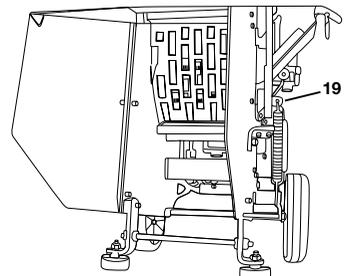

Bild 15
Hängen Sie nun die Zugfeder (19) wieder ein, indem Sie die Ösenschraube durch den Verstellwinkel stecken und mit der Sechskantmutter sichern (siehe „Bild 15“).